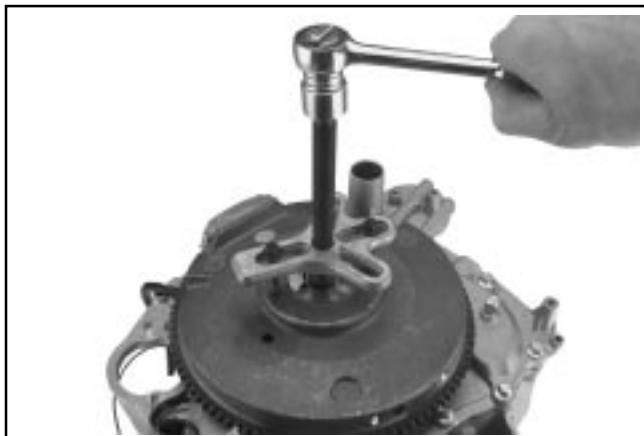

Figure 8-24. Dépose du volant à l'aide d'un extracteur.
4. Retirer le volant du vilebrequin à l'aide d'un extracteur. Voir la Figure 8-24.